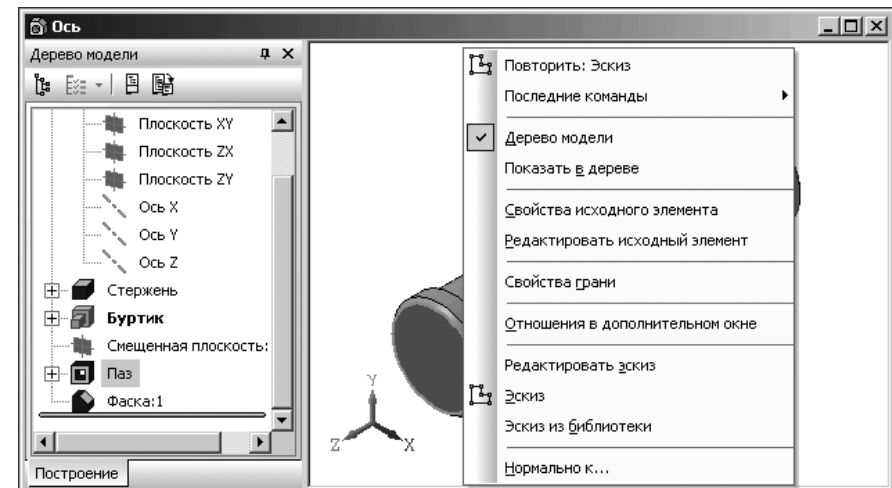
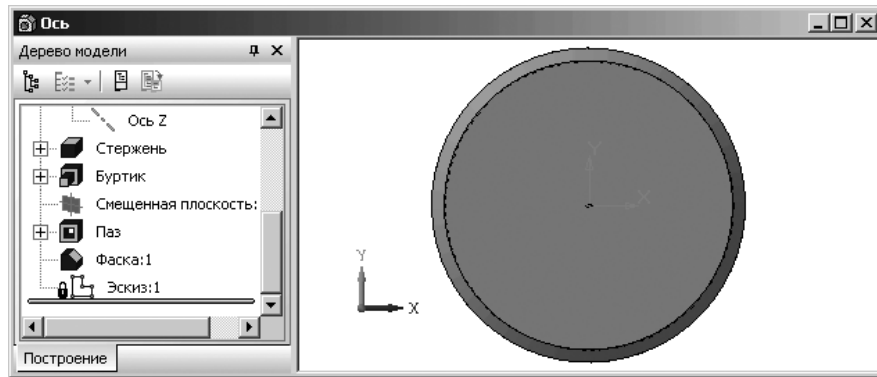

Рис. 8.28. Контекстное меню окна детали в режиме выделенной грани
Рис. 8.29. Выделенная грань –
- щелкните правой кнопкой мыши в окне модели с выделенной гранью. Появится контекстное меню. Переместите указатель мыши на пункт **Эскиз**. Это состояние системы показано на рис. 8.28;
- щелкните в контекстном меню по пункту **Эскиз** (см. рис. 8.28) или щелкните на панели инструментов **Текущее состояние** по кнопке **Эскиз**. Выделенная грань станет параллельна экрану (рис. 8.29).